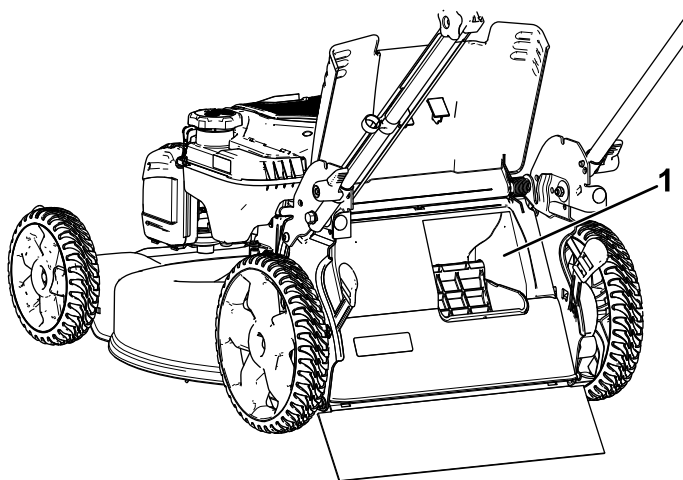

Figura 17
**Importante:** Para garantir o funcionamento correto, desligue o motor, aguarde que todas as peças móveis parem e, em seguida, retire aparas e detritos da abertura de uso do saco a pedido e em redor da abertura (Figura 17) antes de deslocar a alavanca de uma posição para a outra.